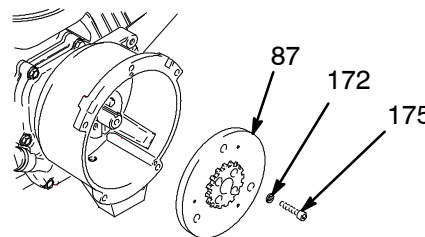

Fig. 7
9. Fig.7. Utilizzare una chiave ad impulsi o incuneare qualcosa tra l'armatura (87) e il corpo della frizione per tenere fermo l'albero del motore durante la rimozione.
10. Rimuovere le quattro viti (175) e le rondelle (172).
11. Rimuovere l'armatura (87).